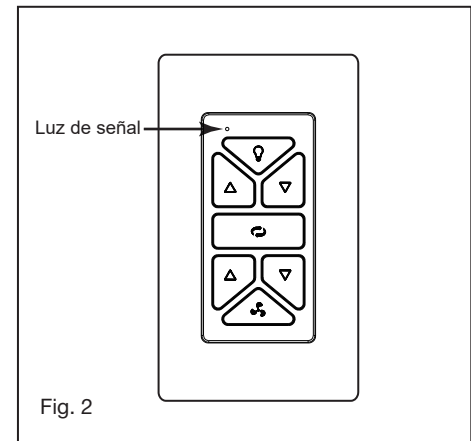

Fig. 2
- 2 Mientras sostiene el juego de luces LED debajo de su ventilador, haga las conexiones del enchufe polarizado: (Fig. 2)
- 6 **📶** Luz de señal (Fig. 2)